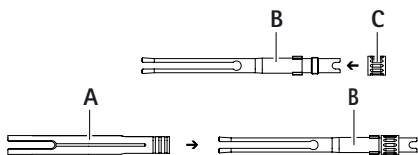

Fig. 10
- Empujar el casquillo exterior **A** hacia adelante sobre la pinza **B**, ver Fig. 10. Comprobar la orientación de las ranuras en la tuerca. Para poder manejarlo mejor, el extremo estriado del casquillo exterior deberá señalar en dirección al tornillo aprisionador **C**.